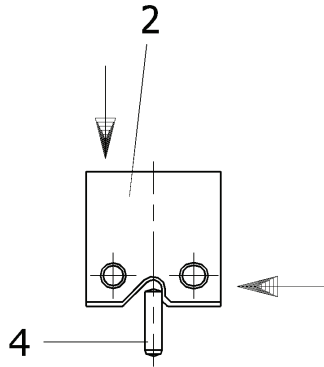

Abb. 2
6. Profilschneide leicht auf den Sitzgrund und gegen den Positionierstift (4) drücken (s. Abb. 2)